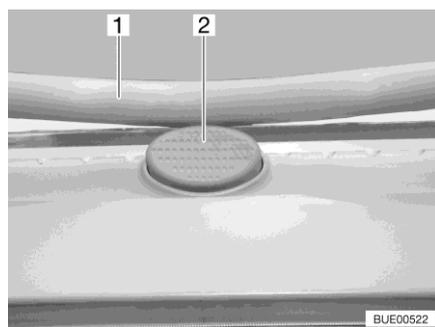

Fig. 114 Bottone di sicurezza (oblò Heki)
- Premere il bottone di sicurezza (Fig. 114,2) e tirare verso il basso la staffa (Fig. 114,1) con entrambe le mani.
- Premere la staffa verso l'alto con ambedue le mani, finché la staffa non poggia al di sopra del bottone di sicurezza (Fig. 114,2).